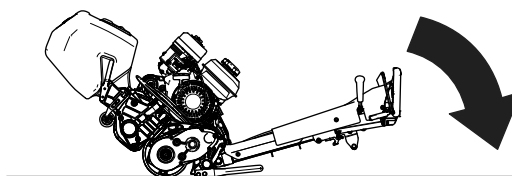

Figura 4
1. Abbassate al suolo la maniglia della motrice per potere accedere all'apparato di taglio (Figura 4).